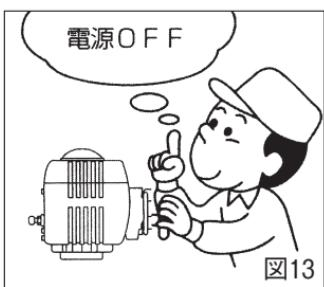

図13
- Y. 電動式のバルブにおいて、手動ハンドルで操作する場合、元の電源を切ってから作業を行ってください。(図13)